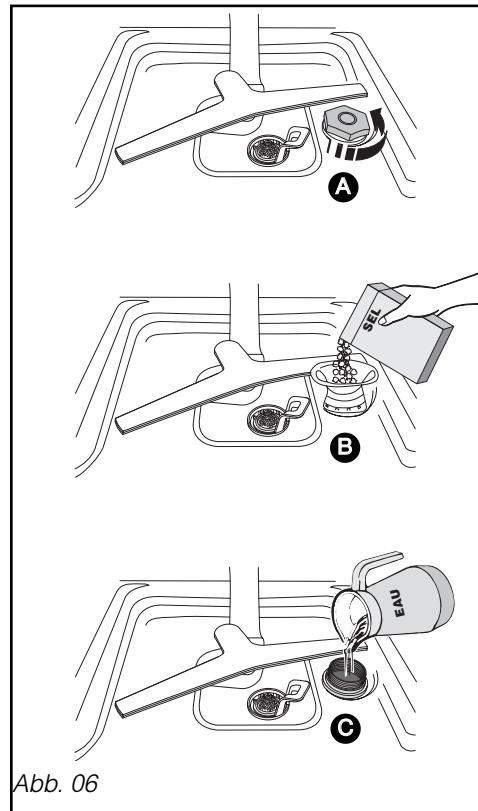

Abb. 06
- **Einfüllen von Regeneriersalz (Abb. 06)**